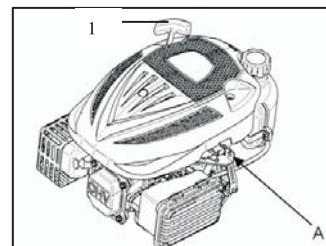

Fig. 3 A. Trou de câble
Ne laissez pas la poignée du démarreur (1) se rapprocher du moteur. Retournez-le doucement pour éviter d'endommager le démarreur. (Fig.3)